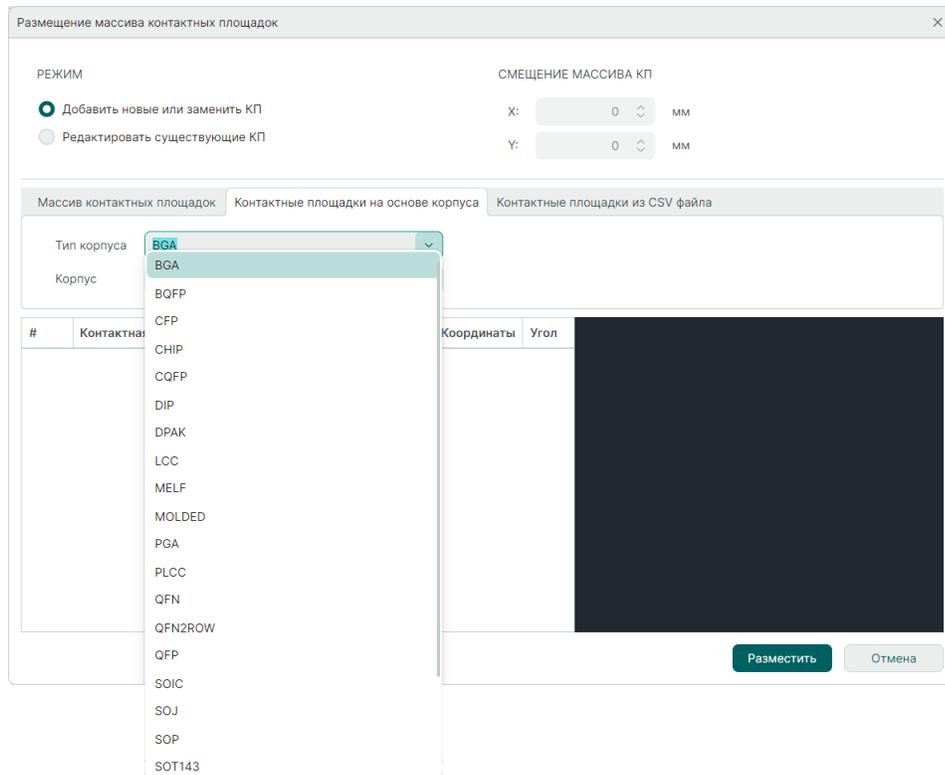

Рис. 103 Выбор типа корпуса
2. Выберите из выпадающего списка «Тип корпуса» нужный тип корпуса, см. Рис. 103.